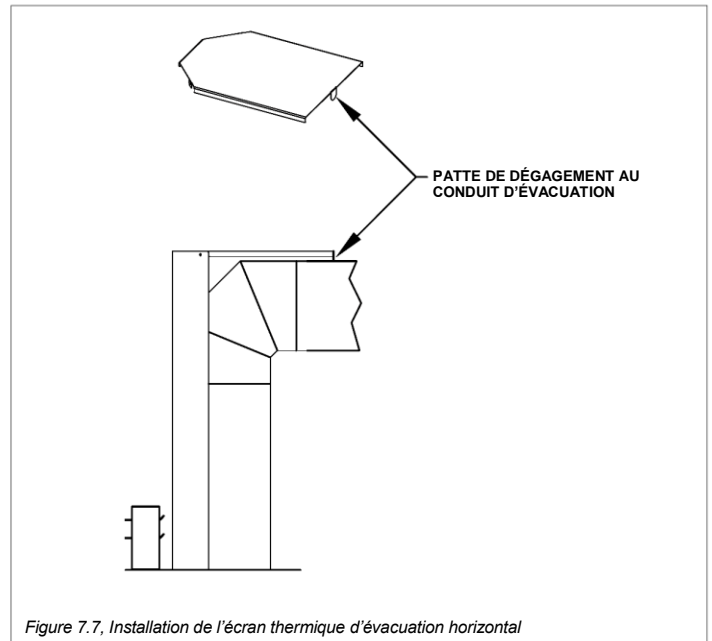

Figure 7.7, Installation de l'écran thermique d'évacuation horizontal
1. Pliez aux perforations les (3) pattes de fixation de l'écran thermique d'évacuation horizontal.
2. Repérez les (3) trous de vis au haut de l'écran thermique vertical. Pour le propane, fixez la rallonge de 6 po (152 mm) à l'écran thermique vertical.
3. Alignez les fentes des (3) pattes de fixation de l'écran thermique horizontal avec les (3) trous de vis correspondants de l'écran thermique vertical, tel que requis pour votre installation.
4. Fixez l'écran thermique horizontal avec les vis (fournies) dans les trous de vis de l'écran thermique vertical. La patte de dégagement de 1 po (25 mm) doit appuyer verticalement sur le conduit d'évacuation horizontal, tel que montré à la Figure 7.7.